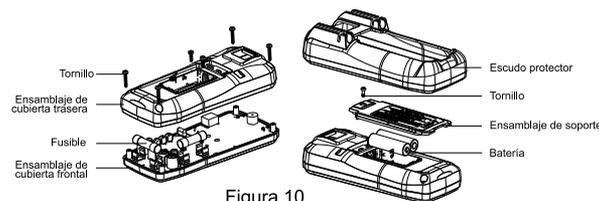

Figura 10
2. Reemplace la batería o el fusible (Figura 10)